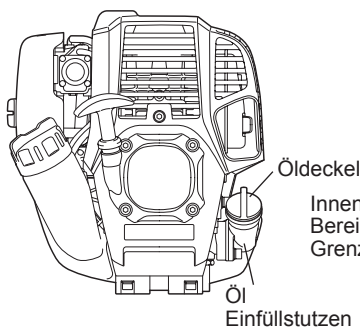

Abb. 1
- Stellen Sie den Motor auf einer ebenen Fläche ab, entfernen Sie den Öldeckel (Abb. 1) und prüfen Sie, ob Sie Öl im Bereich zwischen den oberen und unteren Grenzmarkierungen des Einfüllstutzens sehen (Abb. 2).